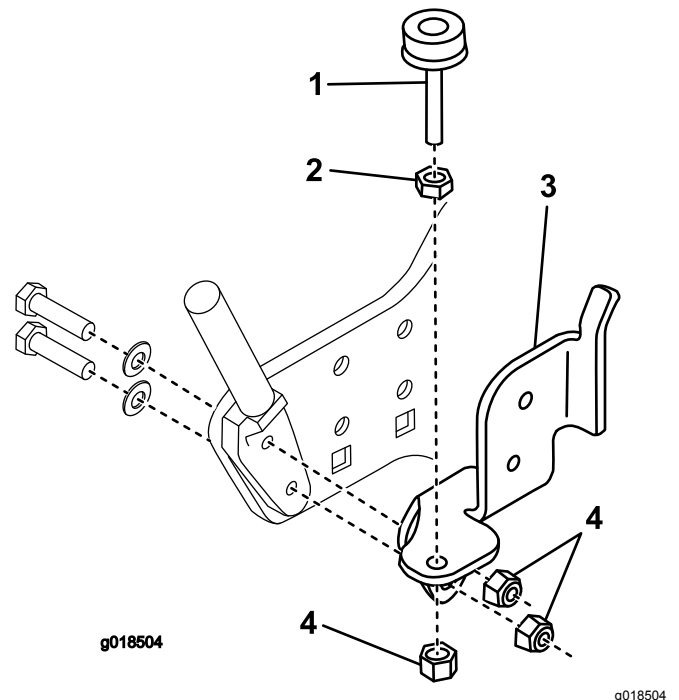

Bild 5
- Befestigen Sie die Befestigungsstange des Grasfangkorbs mit 2 neuen Gewindeschrauben (5/16 x 1½") und den 2 vorher entfernten Scheiben an der linken Platte (Bild 5).
- Setzen Sie die linke Bürstenhalterung in die Schraube ein und befestigen Sie sie mit 2 Sicherungsmuttern (5/16"). Siehe Bild 5.
5. Befestigen Sie die Niveaueinstellschraube mit einer Klemmmutter (5/16") und Sicherungsmutter (5/16") lose an der Bürstenhalterung. Siehe Bild 5.